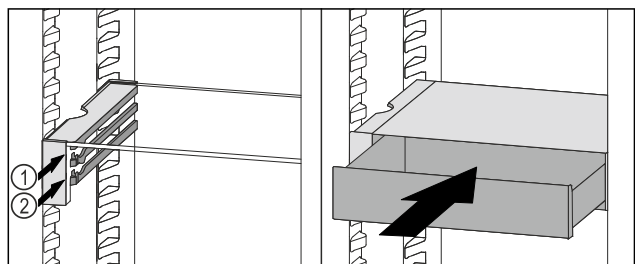

Fig. 155
- Placer le tiroir VarioSafe derrière les butées sur la nervure désirée Fig. 155 (1) ou Fig. 155 (2).